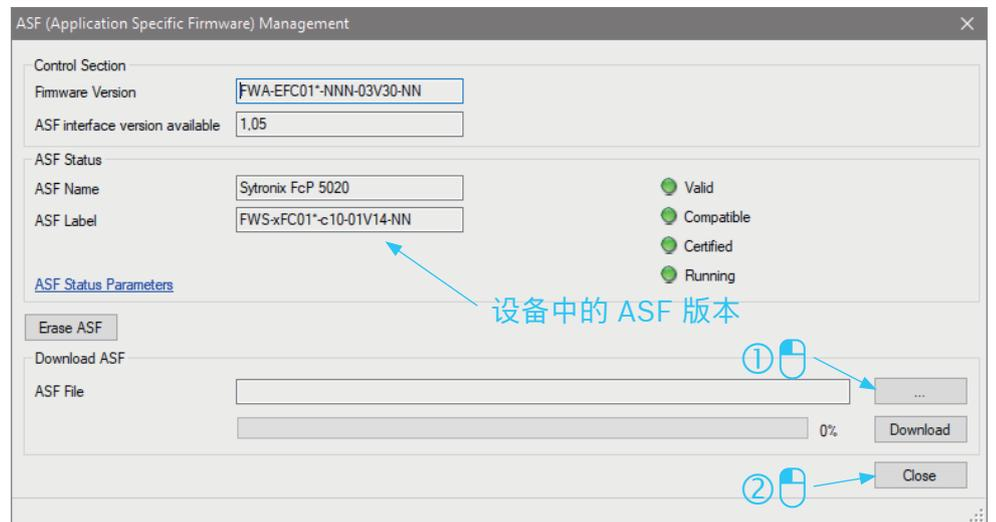

图 16: ASF 更新窗口
- ▶ 单击“...”导航至 ASF 文件 (*.ibf)，然后单击“下载”将其下载到设备上。（请参见图 16: ASF 更新窗口）。